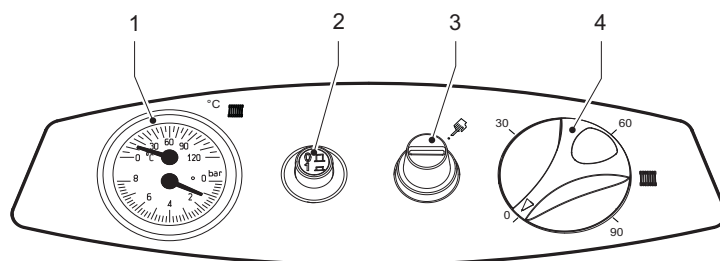

fig. 1 - Panel de control
- Ponga el termostato de regulación de la caldera (4 - fig. 1) en el mínimo.
- Ponga el termostato de regulación de la caldera (4 - fig. 1) a la temperatura deseada (no menos de 50 °C).
Gire el termostato **4** (fig. 1) hacia la derecha para aumentar la temperatura del agua de calefacción o a la izquierda para disminuirla. La temperatura puede regularse entre 30 °C y 90 °C. No obstante, se aconseja no hacer funcionar la caldera a menos de 45 °C.
Ajuste en el termostato de ambiente la temperatura que desee tener en la vivienda. Bajo el control del termostato de ambiente, la caldera se enciende y calienta el agua de la instalación a la temperatura establecida con el termostato de regulación **4** (fig. 1). Cuando la temperatura ambiente alcanza el valor programado, la caldera se apaga.
La presión de carga con la instalación fría, leída en el termohigrómetro de la caldera (1 - fig. 1), tiene que ser de aproximadamente 1 bar. Durante el funcionamiento, la presión de la instalación puede descender a causa de la evaporación de los gases disueltos en el agua. Si cae por debajo del mínimo indicado, abra la llave de llenado para restablecer el valor inicial. Al final de la operación, cierre siempre la llave de llenado.
Desenrosque la tapa del termostato de humos (3 - fig. 1) y pulse el botón situado abajo.